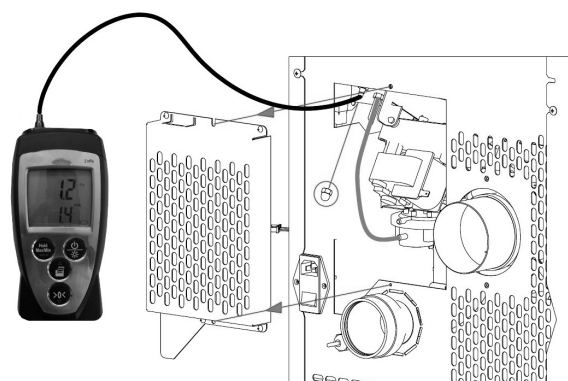

Fig. 26 - Tilslutning af digital trykmåler
- Tilslut med en slange en digital trykmåler for at aflæse lufttrykket (se **Fig. 26**).